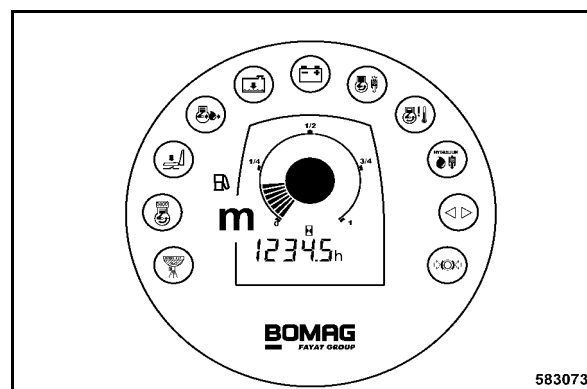

Fig. 123
- Vérifier le niveau du carburant à l'indicateur (m) (Fig. 123) sur le combiné.